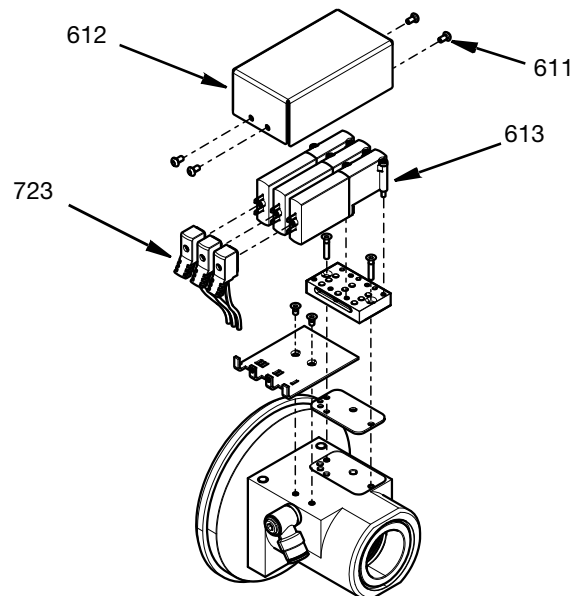

FIG. 20
12. Auf die Magnetventile und den Verteiler kann man zugreifen, indem der Deckel (612) und die vier M3-Schrauben (611) entfernt werden. Die Kabelanschlüsse (723) können gelöst und die Magnetventile (613) mit den angebrachten Schrauben entfernt werden. Siehe FIG. 20.